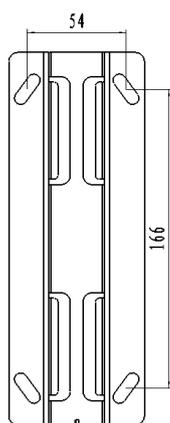

Fig.1
3. Verwenden Sie die Metallhalterung als Schablone um die Position der Schrauben zu markieren und bohren Sie entsprechend 4 Löcher in die Wand Fig.1